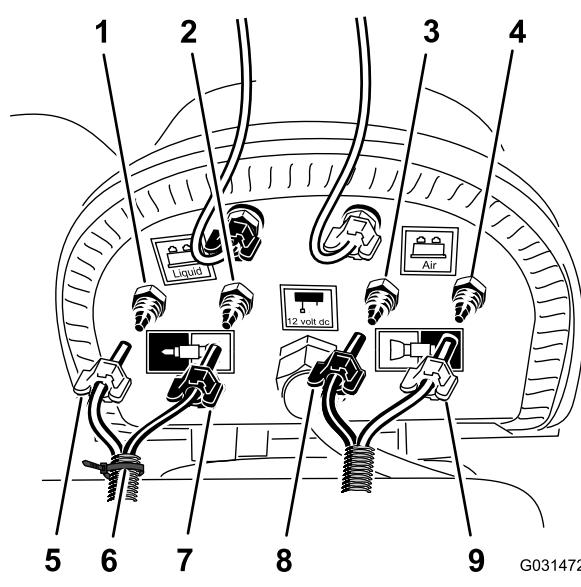

Figura 16
1. Nel pannello di connessione del compressore per il kit tracciafile schiumogeno, fissate una fascetta per cavi attorno al tubo trasparente e blu per la sezione di irrigazione di destra (Figura 16).
2. Allentate i dadi di compressione per i 2 tubi trasparenti e i 2 tubi blu per gli ugelli della schiuma nella sezione di irrigazione di sinistra e destra (Figura 16).
3. Rimuovete i 4 tubi dai raccordi di compressione per le sezioni di irrigazione (Figura 16).